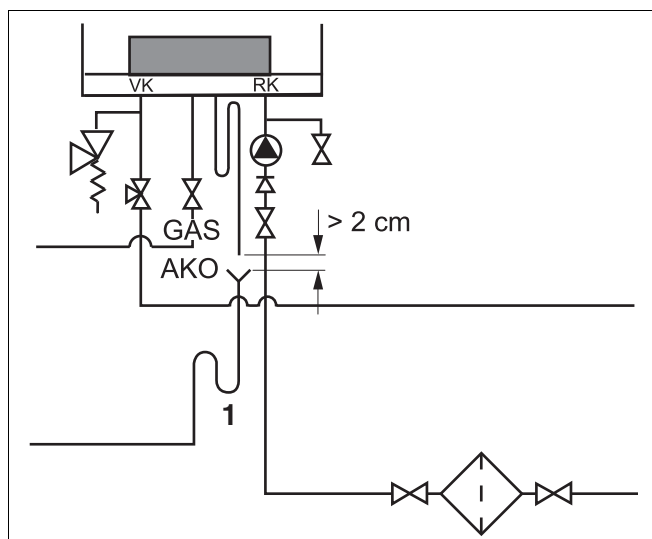
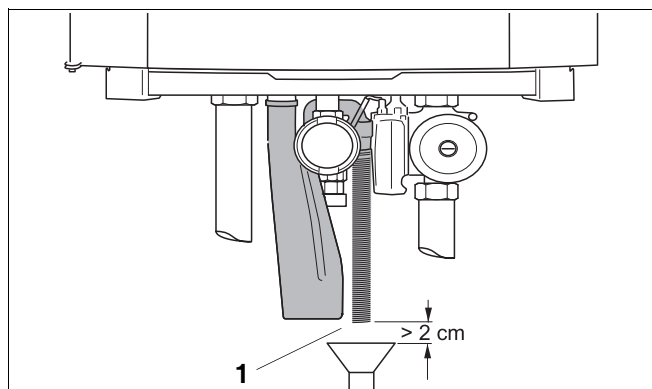

Fig. 16 Collegare il sifone
Fig. 17 Tubazione della condensa
- Collegare la tubazione della condensa al sifone (fig. 16, pos. 1 e fig. 17, pos. 1).